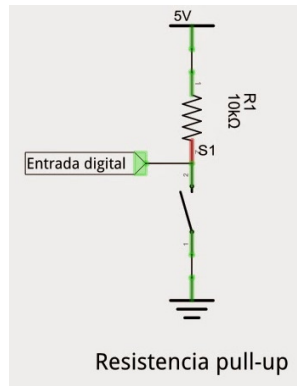
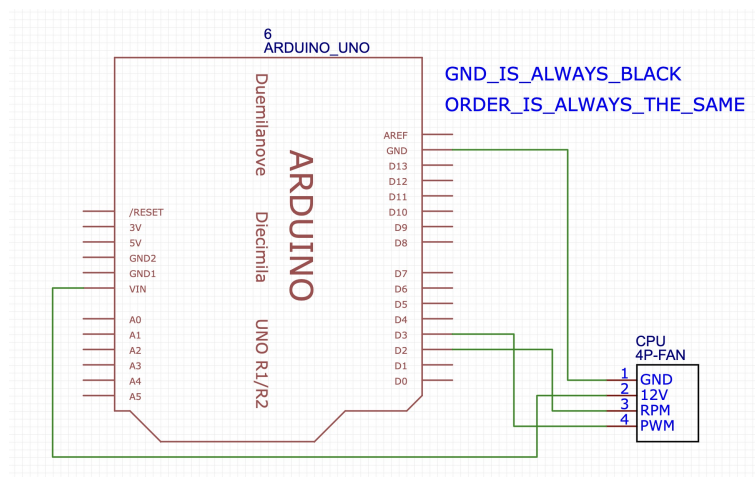

Figura 2: Resistencia pull up
Figura 3: Circuito.
1. Cable NEGRO (en la figura 1 marcado con el signo - y en la figura 3 marcado como *GND*). Este cable va conectado a la tierra (polo negativo) de la fuente de alimentación a través del GND del Arduino.
2. Cable ROJO (en la figura 1 marcado con el signo + y en la figura 3 marcado como *12V*). Este cable va al terminal positivo de la fuente de alimentación externa a través del terminal V_{in} del Arduino.
3. Cable AMARILLO, (en la figura 1 marcado con el signo *Tach* y en la figura 3 marcado como *RPM*). Tach viene de tachometer o tacómetro en español. Este cable va conectado a tierra a través de un interruptor que el ventilador cierra una vez por vuelta. Para poder cablear esta señal al Arduino, necesitaremos añadir una resistencia entre este cable y 5V, de forma que cuando el interruptor se cierre el cable AMARILLO se pondrá a 0V y cuando se abra, gracias a la resistencia añadida, se pondrá a 5V. Véase figura 2 (el interruptor estaría dentro del motor y la resistencia se la tenemos que añadir nosotros). Esta resistencia se la añadiremos por software definiendo este pin como *INPUT_PULLUP* En nuestro programa de Matlab. Véase la sección 3.3.
4. Cable AZUL, (en la figura 1 marcado con el signo *control*, y en la figura 3 marcado como *PWM*). El motor recibe una señal de control PWM para regular su velocidad. El ventilador espera una señal
El circuito resultante puede verse en la Figura 3: